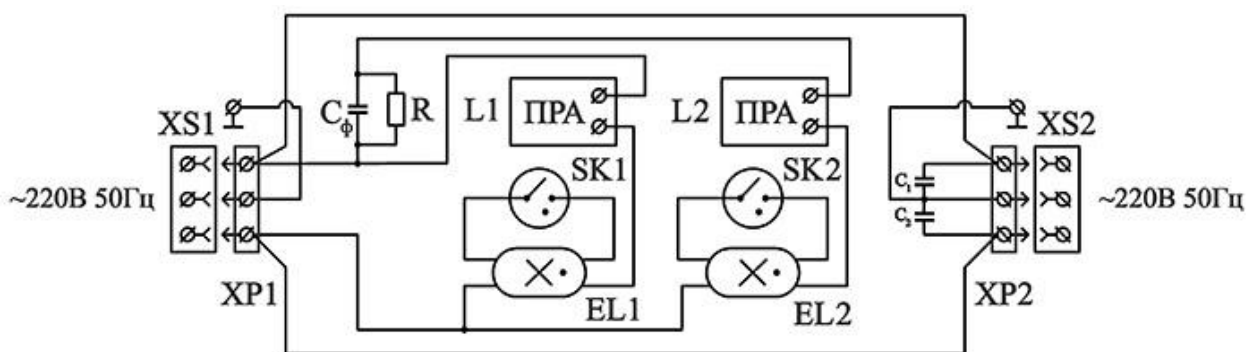

Рис. 1
- подключить жилы питающего кабеля к розетке разъема, как это показано на схеме Рис.1;